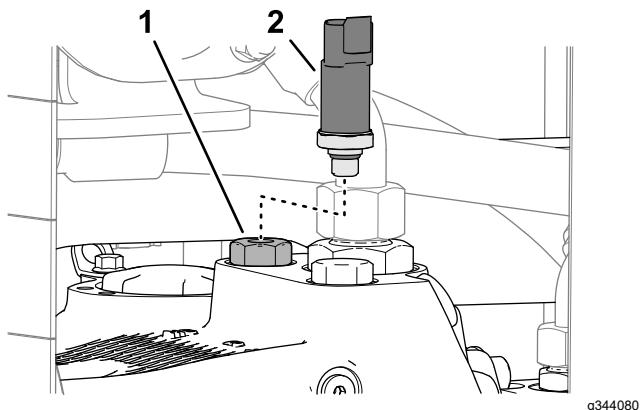

Bild 35
3. Montieren Sie den Bremsdruckwandler (Bild 35) in das Reduzierstück ( $\frac{3}{4}$ " x 7/16").